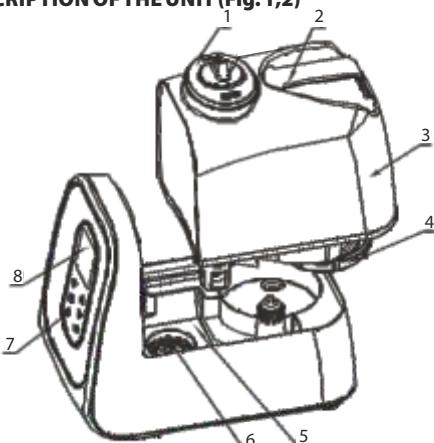

Fig. 1
4. DESCRIPTION OF THE UNIT (Fig. 1,2)